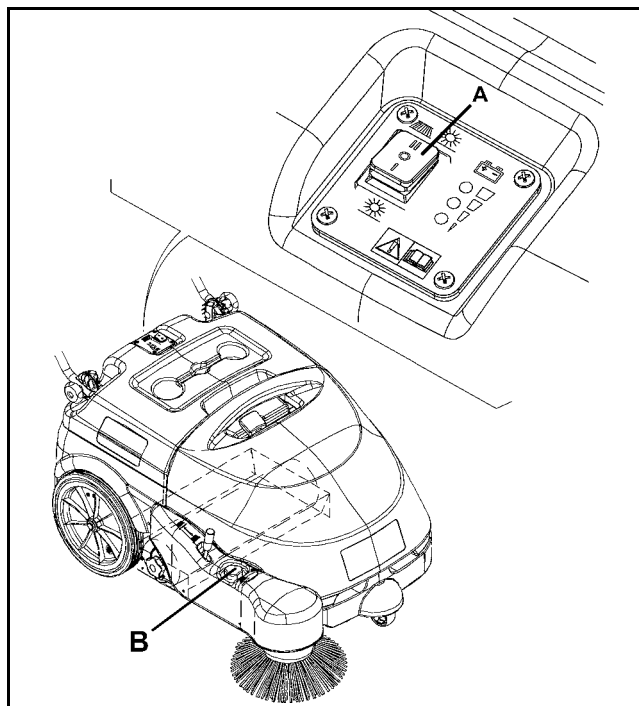

Figure 6
- arrêter le balai latéral en appuyant sur l'interrupteur (A, Fig. 6), puis le soulever et déplacer la machine.
- Tourner la poignée (B, Fig. 6) dans le sens des aiguilles d'une montre, ou dans le sens inverse, pour régler la hauteur du balai du sol.
- Positionner l'interrupteur général (A, Fig. 6) sur "0".